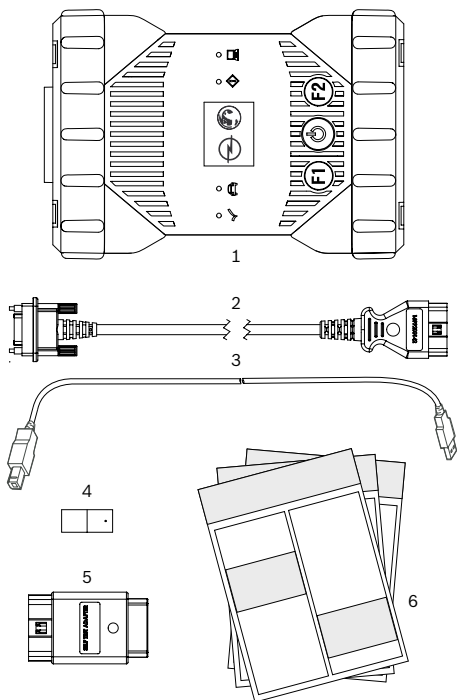

Fig. 1: Escopo de fornecimento (1a ou 1b)
1. Podłącz urządzenie Opel-Vauxhall-VCI (rys. 1, poz. 1) przewodem przyłączeniowym OBD do gniazda OBD pojazdu (rys. 1, poz. 2).